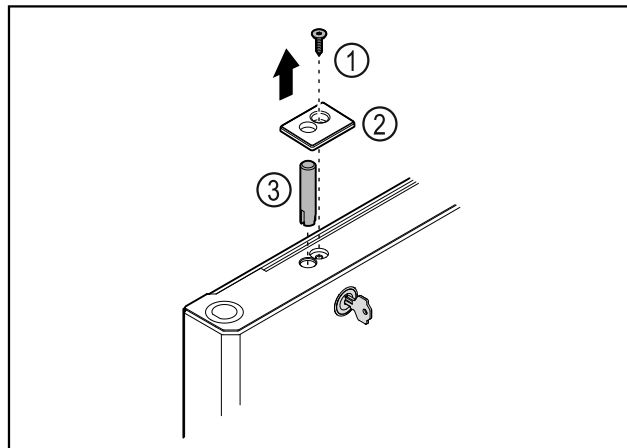

Fig. 43
- ▶ Vegye ki a csavart Fig. 43 (1).
- ▶ Pattintsa ki a burkolatot Fig. 43 (2) egy csavarhúzó segítségével, és vegye le.
- ▶ Húzza ki a zárcsapot Fig. 43 (3).